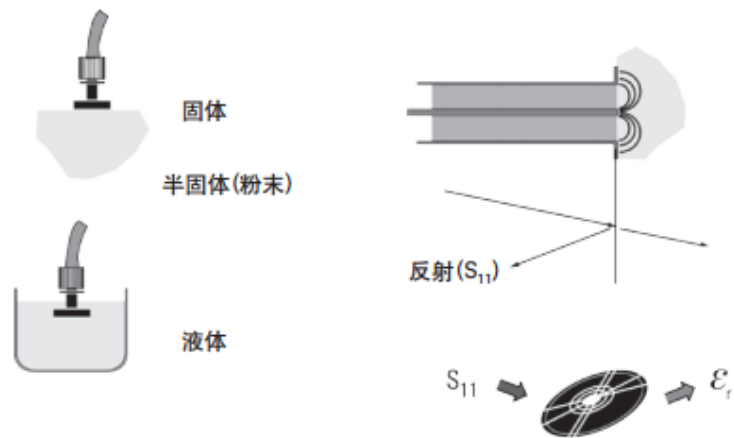

图 1.同轴探头法
3. 掌握同轴探头法测量不同液体的宽带介质常数和电导率的原理和方法：如图 1 所示，同轴探头是传输线截断后的一部分，通过将探头浸入液体的平坦表面，对液体进行测量。探头上的场将"边缘"送入液体中，随着它们与液体的接触而缓慢发生变化。通过测量液体的反射信号  $S_{11}$ ，根据它们与介质常数的关系推算出介质常数的值。